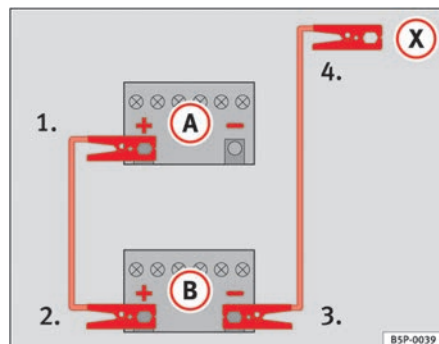

Fig. 163 Esquema de conexión de los cables de emergencia
En la ⇒ fig. 163 A representa a la batería sin carga y B a la batería con carga.
1. Emborne un extremo del cable de emergencia rojo al polo positivo ⇒ fig. 163 (+) del vehículo con la batería descargada ⇒ ⚠.
4. Emborne el otro extremo del cable negro de emergencia (X) a una pieza de metal maciza unida al bloque motor o al mismo bloque motor del vehículo con la batería descargada, lo más alejado posible de la batería ⇒ ⚠.